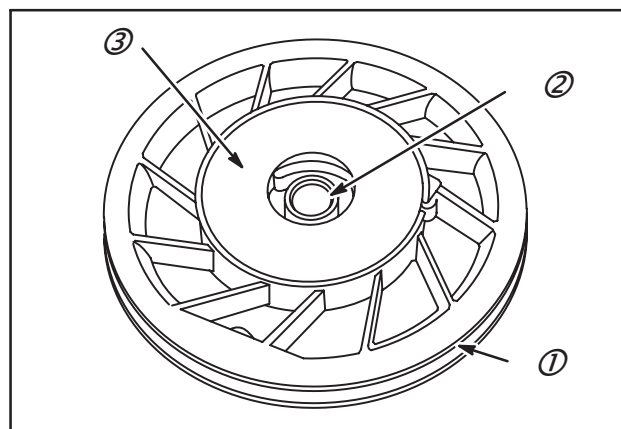

Fig. 44
Vérifier si la poulie présente des fissures, des parties tranchantes, ou des aspérités dans la gorge de la poulie (1), si le moyeu central (2) est usé ou fendu ainsi que l'état de l'arrêt de ressort (3), Fig. 44. Remplacer la poulie si endommagée ou usée.